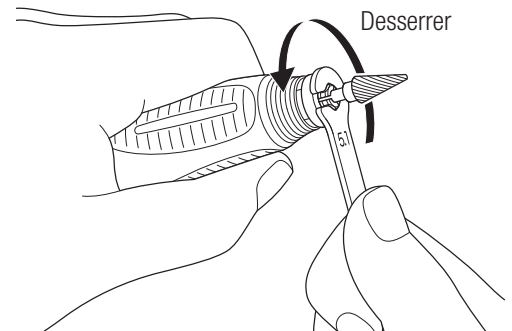

Fig. 8
- 2) Tournez le mandrin dans le sens inverse des aiguilles d'une montre avec la clé fournie avec le produit (Fig. 8).